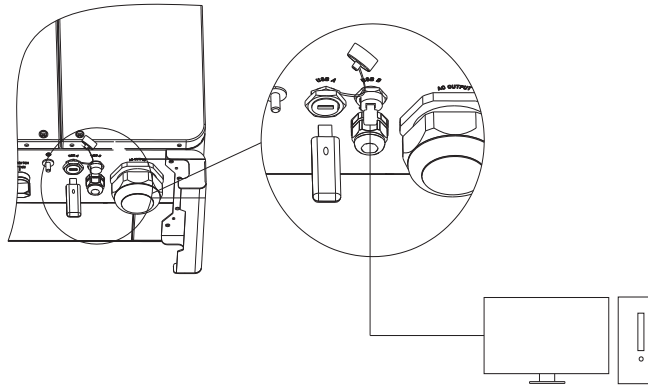

图 6.8
- 2> 如图6.8所示，将USB转WIFI模块插入USB_A接口，此时USB转WIFI模块LED灯亮。